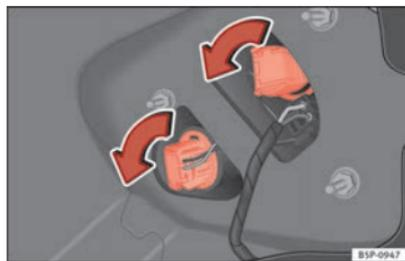

Fig. 196 Feux sur la carrosserie.
- Tournez la douille d'ampoule vers la gauche ⇒ fig. 196.